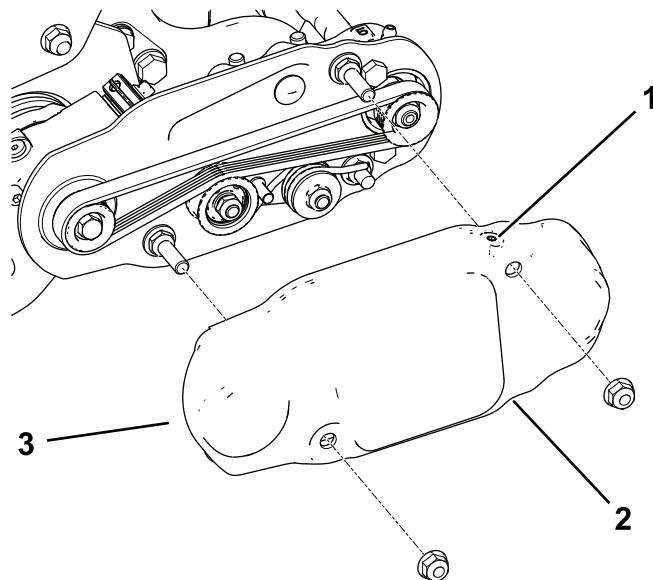

图16
2. 将皮带罩滑动到安装螺栓上并用 2 个凸缘螺母固定皮带罩 图16。